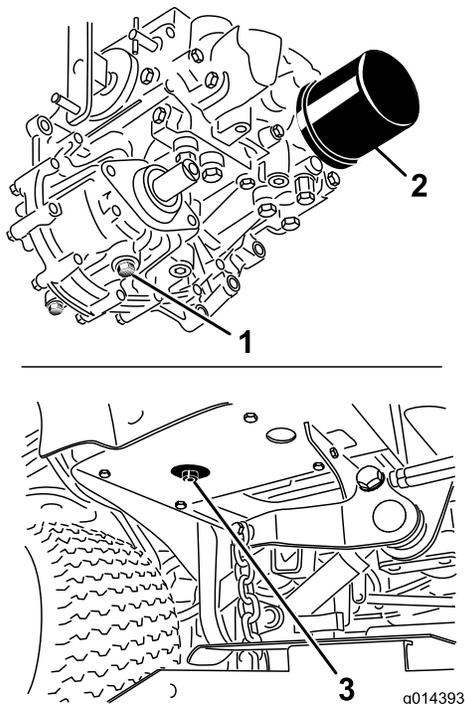

Figure 41
- Placez un grand bac de vidange sous le réservoir hydraulique et le carter de transmission et enlevez les bouchons pour vidanger tout le liquide hydraulique (Figure 41).
- Nettoyez la surface autour du filtre à liquide hydraulique et enlevez le filtre (Figure 41).